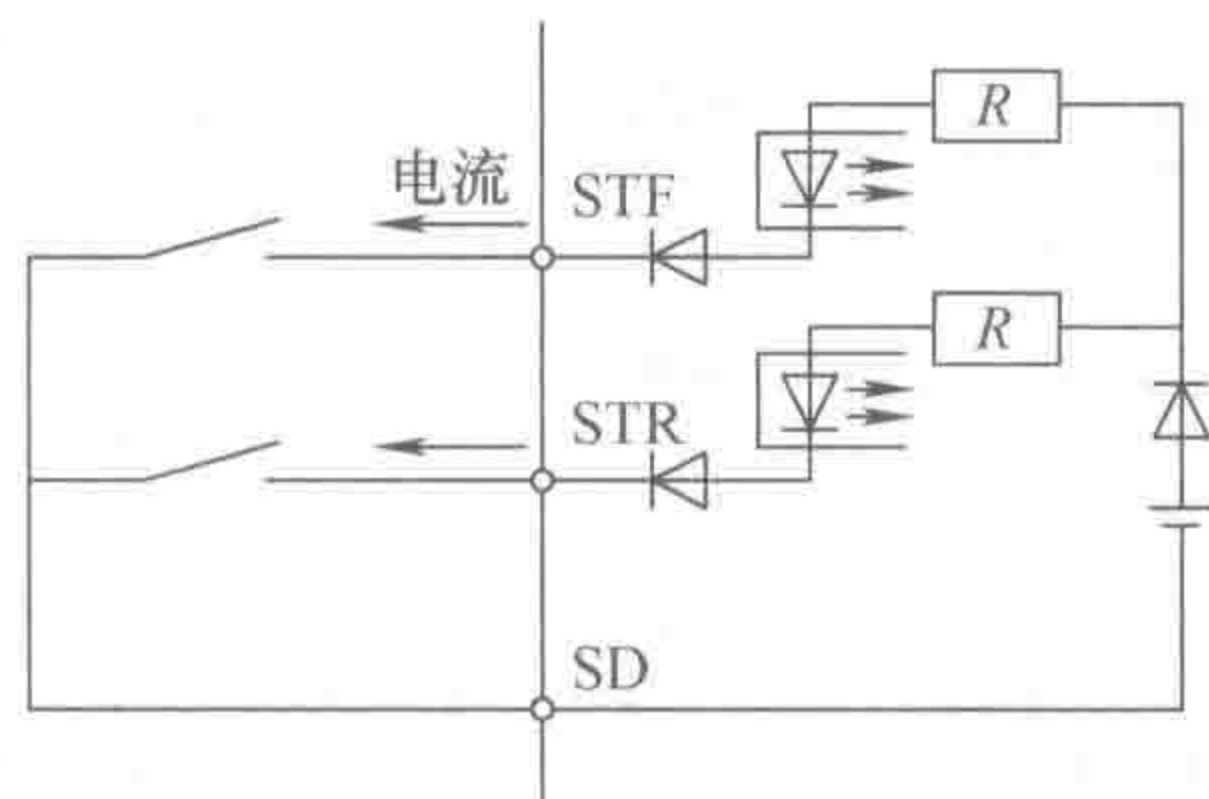

图 1-9 控制回路输入信号结构图
1) 控制回路输入信号接线端子简介。输入信号出厂设定为漏型逻辑。在这种逻辑中，信号端子接通时，电流是从相应输入端子流出，可以防止因外部电流造成的误码动作。端子 SD 是触点输入信号的公共端。其结构如图 1-9 所示。输入信号功能见表 1-2。